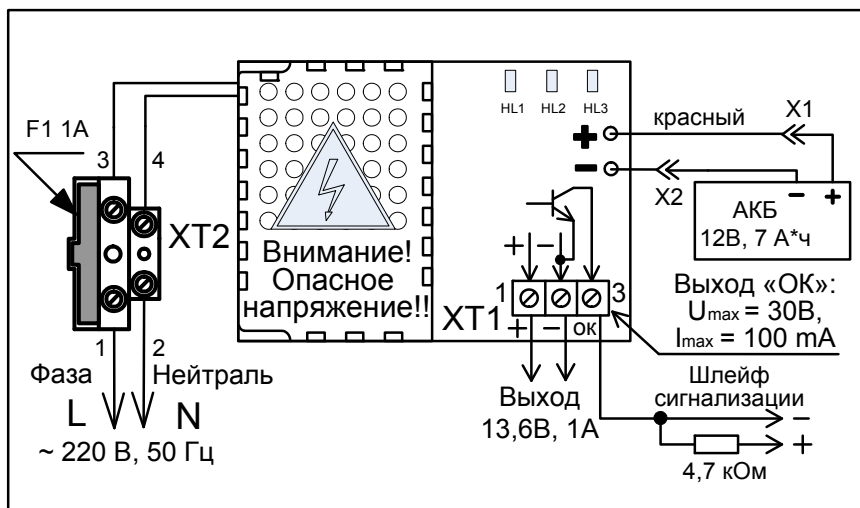

Рисунок 2 Схема подключения РИП-12-1/7П2 (РИП-12 исп.11)
При подключении проводов внешнего питающего напряжения 220 В к сетевой колодке необходимо соблюдать правильность подключения «фаза» и «нейтраль». Подключение цепей к РИП производить в соответствии с рис. 2.
2.3.1 Проверить правильность произведённого монтажа в соответствии со схемой подключения РИП-12-1/7П2 (РИП-12 исп.11) (рис. 2).
2.3.3 При необходимости дистанционной сигнализации перехода на резервное питание или короткого замыкания подключить РИП к шлейфу сигнализации запитываемых приборов. Пример подключения РИП к приборам «Сигнал-20П», «С2000-4» и им подобным приведён на рис. 2.